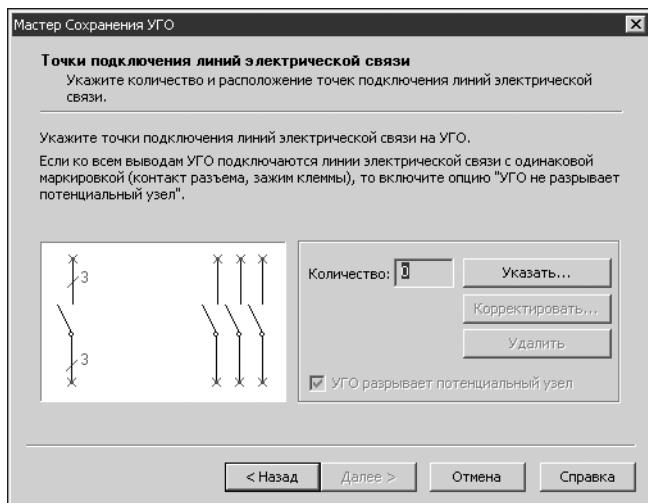

Рис. 11.6. Выбор точек подключения линий электрической связи
4. Нажмите кнопку **Далее**. Откроется следующее окно (рис. 11.6).